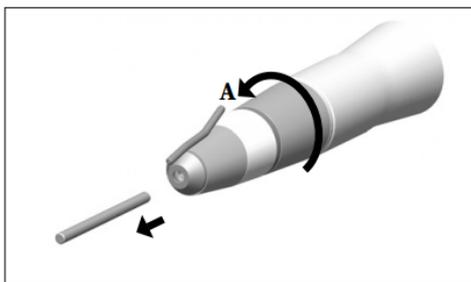

FIG. 5
A: desbloqueio FIG. 5
- Desligue a fixação do motor de acionamento, rode o anel de bloqueio, retire a broca e deixe o anel de bloqueio solto **FIG. 5**.